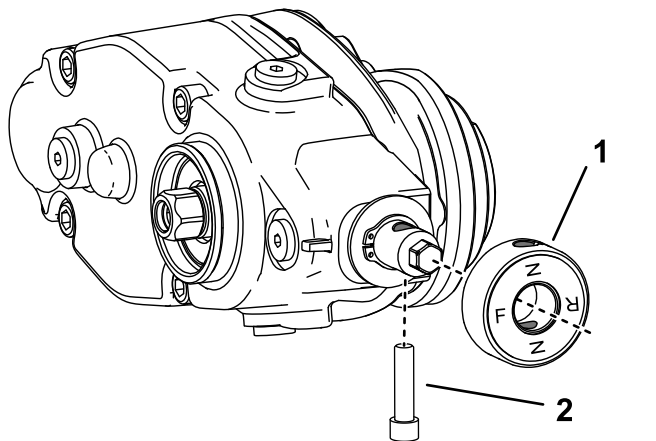

Figura 13
7. Se state montando il groomer sul lato sinistro della macchina, procedete come segue (Figura 13):